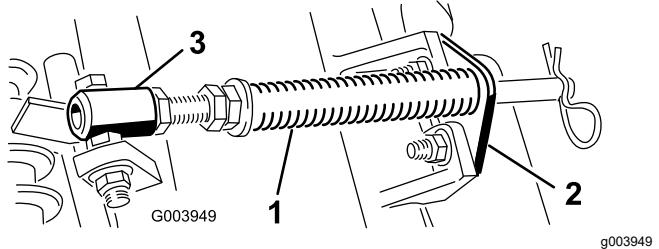

Figura 4
- Retire os 2 parafusos e porcas da carroçaria que prendem o suporte da barra aos separadores da unidade de corte (Figura 4).
- Retire a porca flangeada que prende o parafuso com cabeça do tubo de mola ao separador da estrutura de suporte (Figura 4) e retire o conjunto.
Nota: Posicione a cabeça do parafuso para o lado exterior do separador como se mostra na Figura 4.